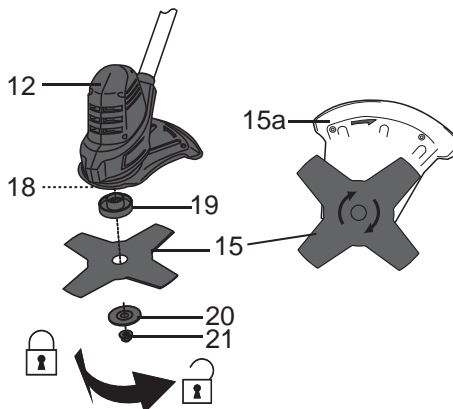

Fig.9
- > Verrouillez la lame [15] à l'aide de l'écrou [21] et de l'outil multi-usages [22] (Fig. 9).